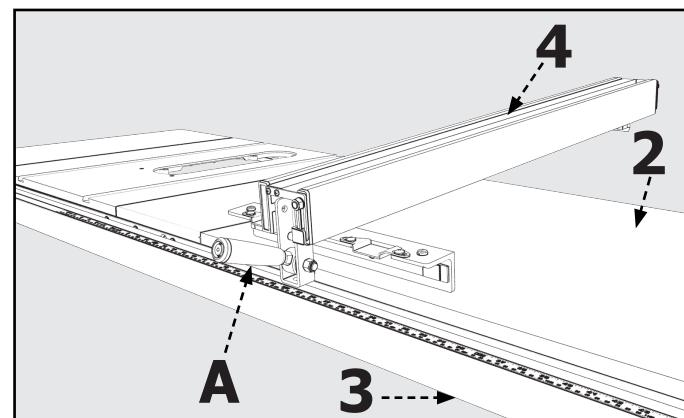

FIGURE 11
- Placez la Barrière (4) sur le Tube de Guidage (3) et soulevez le Levier de Serrage (A).
- Guidez la Barrière sur le Rail de Guidage Arrière (2), comme illustré à la **Figure 11**, et poussez doucement la Barrière sur le Tube de Guidage (3).